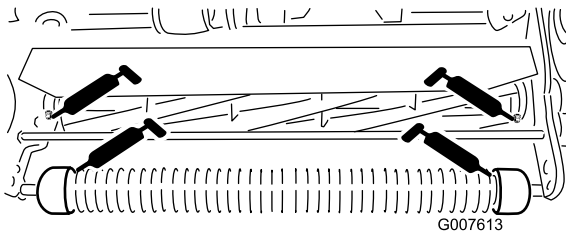

Figura 18
- 2 sul rullo anteriore (Figura 18).
- 2 sui cuscinetti del cilindro (Figura 18).